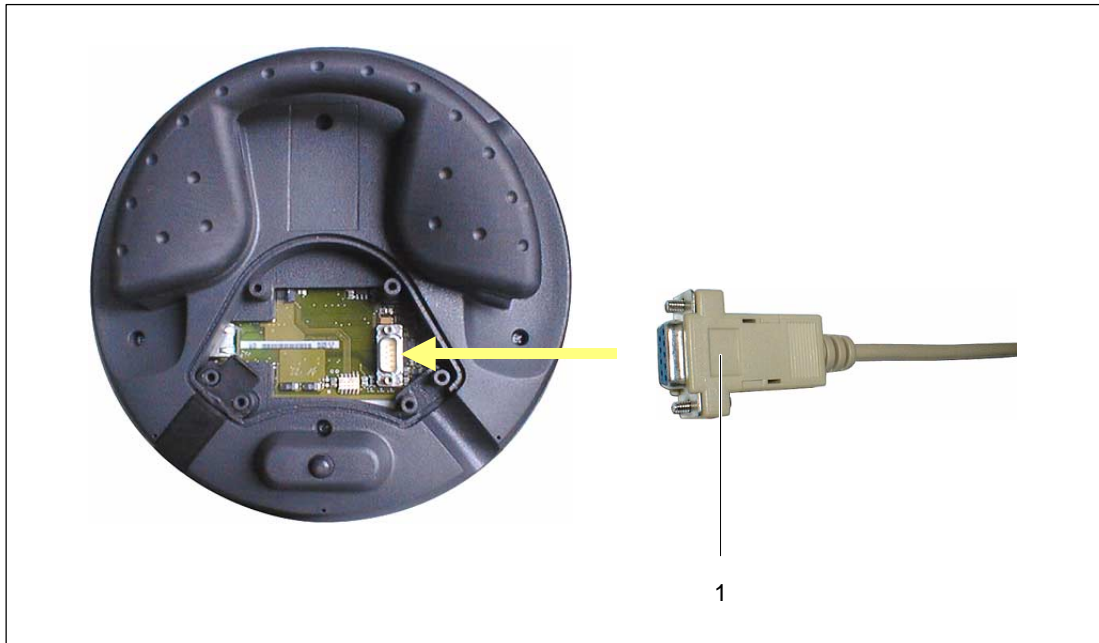

Figure 10-4 Raccordement du câble RS 232
Dans la figure 10-4, le câble de raccordement nécessaire n'est pas raccordé pour des raisons de représentation.
1. Enfichez le connecteur du câble RS 232 sur le point de contact comme représenté en figure 10-4.